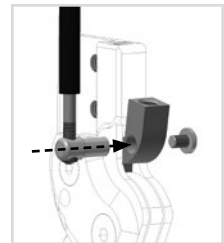

Fig. 5
- 1 Fije el manguito roscado (3) al cable de tracción.
- 2 Introduzca el cable de tracción desde abajo por el soporte para cable de tracción (2). El manguito roscado (3) debe quedar al nivel de la parte de abajo y ya no debe ser visible.
- 3 Coloque el soporte para cable de tracción (2) en el taladro del trinquete (fig. 5).
- 4 Fije el soporte para cable de tracción (2) con el tornillo alomado (1). Fije el tornillo alomado con LOCTITE® 243 de resistencia media.